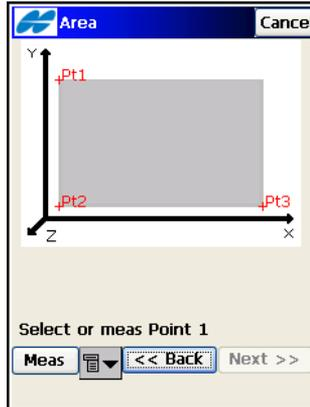

Abbildung 8-69. Bereich auswählen
2. Wählen Sie den Scanbereich im Fenster **Fläche** (Abbildung 8-69). Sie können Start- und Endpunkt für den Scanbereich wählen (in der Punktliste oder auf der Karte) oder messen (Abbildung 8-69). Tippen Sie abschließend auf **Weiter**.